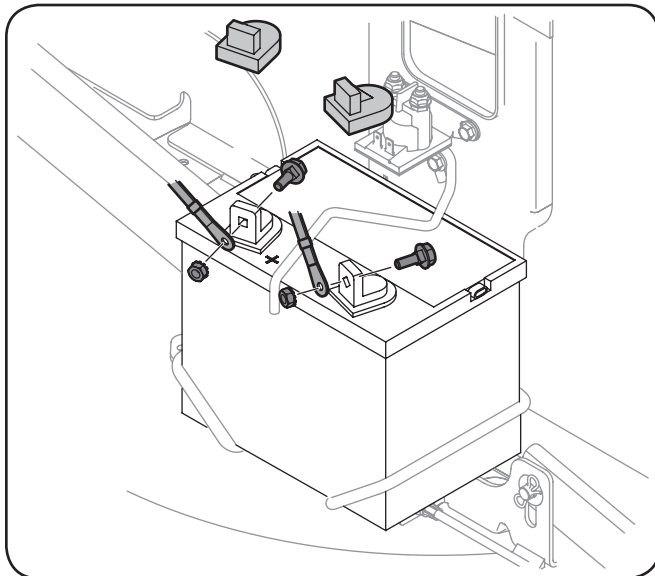

Figura 3-13
2. Retire la cubierta plástica, si es que está presente, del borne positivo de la batería y sujete el cable rojo al borne positivo de la batería (+) con uno de los pernos y las tuercas hexagonales, que extrajo previamente, usando una llave de $\frac{7}{16}$ pulgadas y una llave de cubo. Vea la Figura 3-13.
3. Retire la cubierta plástica, si es que está presente, del borne negativo de la batería y sujete el cable negro al borne negativo de la batería (-) utilizando el perno y la tuerca hexagonal restantes. Vea la Figura 3-13.